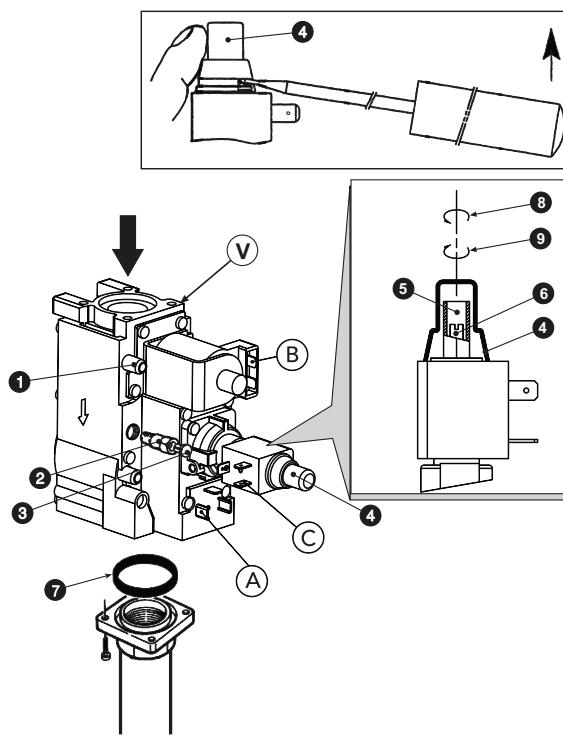

fig. 4 - Trasformazione gas di alimentazione
Le operazioni di regolazione della pressione si effettuano con caldaia in funzione operando sul regolatore di pressione presente sulle valvole gas a 2 stadi (vedere fig. 4).
- Togliere il coperchietto di protezione del regolatore di pressione 4 di fig. 4.
- Ruotare lentamente in senso orario la manopola del termostato di regolazione fino al 1° click; la valvola gas verrà così alimentata solamente sulle connessioni A e B (vedere fig. 4).
- Agire sulla vite 6 di fig. 4 controllando che la pressione corrisponda ai valori della tabella dati tecnici al sez. 5.3.
- Ruotare la manopola del termostato di regolazione al valore massimo; la valvola gas verrà ora alimentata sulle connessioni A, B e C (vedere fig. 4).
- Agire sulla vite 5 di fig. 4 controllando che la pressione corrisponda ai valori della tabella dati tecnici al sez. 5.3.
- Togliere dalla valvola gas il piccolo tappo 3 (fig. 4), avvitare sulla valvola il regolatore "STEP" di accensione 2 contenuto nel kit di trasformazione e rimettere sul regolatore il tappo 3.
Eseguire le stesse operazioni spiegate precedentemente avendo cura di togliere il regolatore "STEP" di accensione 2 di fig. 4 della valvola gas; il tappo 3 di fig. 4 deve essere montato direttamente sulla valvola.